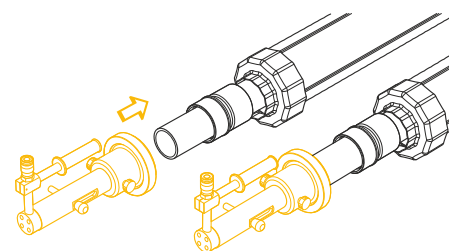

Рис. 4.5.5
- Вставить расширительную насадку в напорную трубу до упора (рис. 4.5.5).